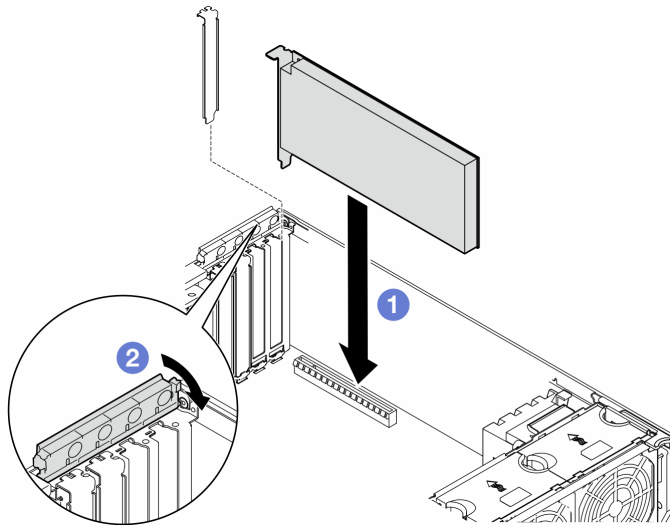

Abbildung 94. Installation eines HL PCIe-Adapters
- Wenn Sie einen vorhandenen PCIe-Adapter austauschen, fahren Sie mit dem Installationsverfahren fort: Abbildung 94 „Installationsverfahren eines HL PCIe-Adapters“ auf Seite 128